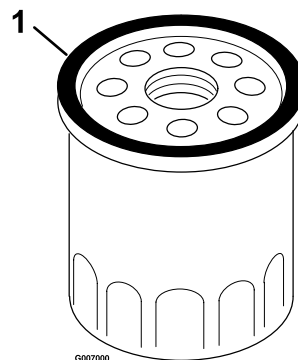

Figure 26
7. Avec le doigt, enduisez le joint du filtre neuf d'huile moteur « Exmark 4-Cycle Premium » (haute qualité pour moteurs 4 temps) (voir Figure 26).